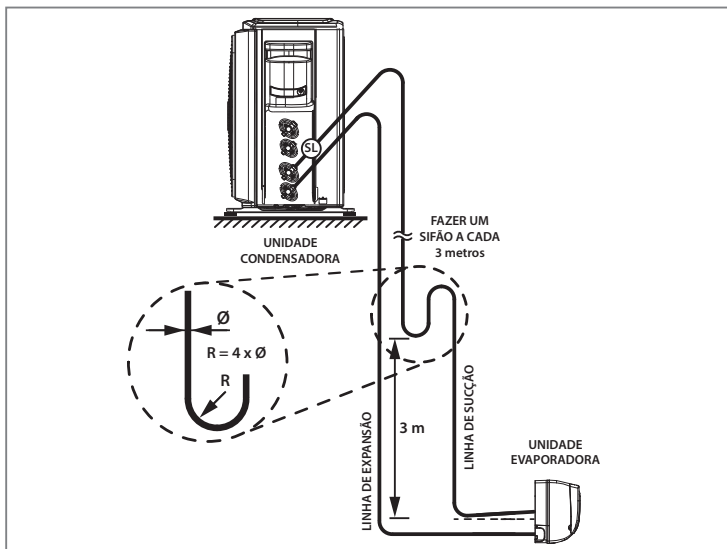

FIG. 41 - LINHAS DE INTERLIGAÇÃO
- Quando a unidade condensadora estiver em um nível superior ao da unidade evaporadora, fazer sifões nas subidas da linha de sucção a cada 3,0 metros; considerando desde a saída da evaporadora (Fig. 41).
- No caso de haver desnível entre 4 e 5 metros entre as unidades e estando a evaporadora em nível inferior, deve ser instalado na tubulação de sucção um sifão (ver Fig. 41).
- Inclinarem as linhas horizontais de sucção no sentido do fluxo. (ver Fig. 41).